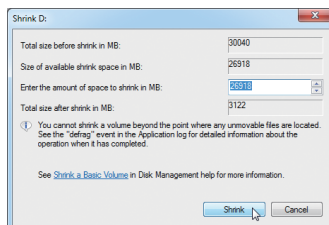

図 2
- ステップ 4 完了したら、縮小を **Shrink**。(図 2)